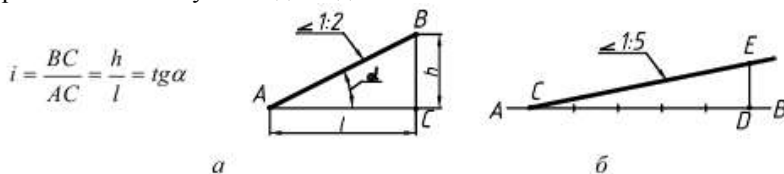

Рис. 2.6. Побудова ухилів
В прямокутному трикутнику ABC (рис. 2.6, а) нахил гіпотенузи AB до катета AC може бути вираженим або кутом  $\alpha$  в градусах, або ухилом  $i$ , величина якого визначається відношенням катета BC
1. Визначити величину ухилу прямої АВ відносно прямої АС (див. рис. 2.6, а). З довільної точки С на прямій АС проводять перпендикуляр до АС. Вимірюють довжину катетів ВС і АС і ділять першу величину на другу. Нехай довжина катета ВС дорівнює 10 мм, а катета АС – 20 мм. У цьому випадку величина ухилу дорівнює 1:2, або 50%.
2. Дано відрізок АВ і на ньому точка С (рис. 2.6, б). Через точку С потрібно провести пряму з ухилом 1:5 до заданого відрізка. На прямій АВ від точки С відкладають п'ять рівних довільних відрізків.